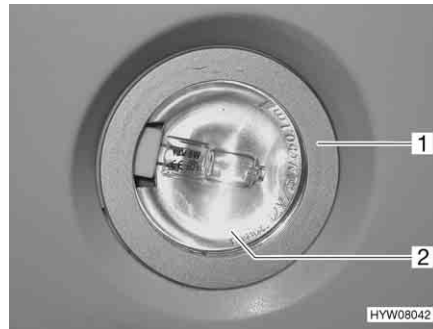

Fig. 184 Lampada alogena a incasso
- Sollevare e rimuovere la lampada (Fig. 184,1) con un attrezzo adatto (p. es. un cacciavite).
- Rimuovere la copertura di vetro (Fig. 184,2).